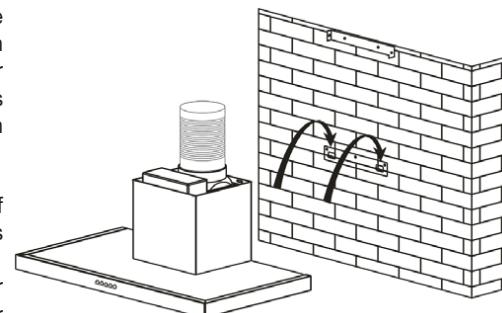

Abb. 4
- Setzen Sie den Körper der Dunstabzugshaube auf den Halter mit den dafür vorgesehenen mitgelieferten Schrauben auf (Abb. 4).